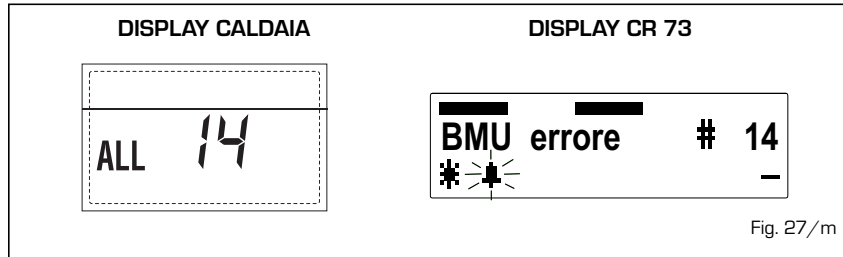

Fig. 27/m
- **INTERVENTO TERMOSTATO SICUREZZA PRIMA ZONA MISCELATA "ALL 20 - # 20"** (fig. 27/p)